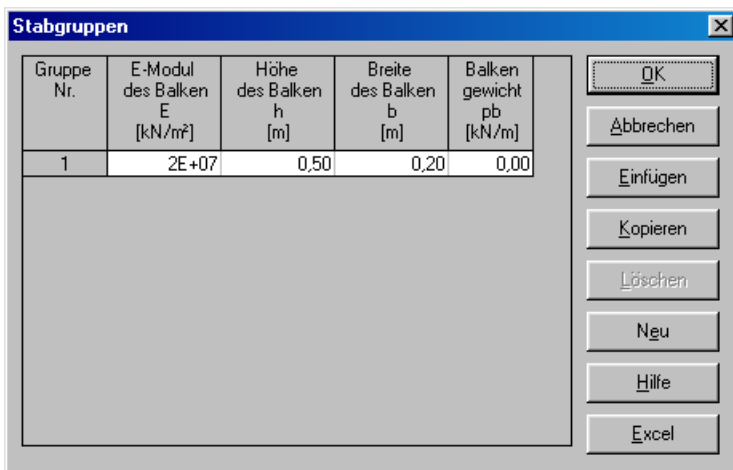

Bild 7-13 Listenfeld "Beschreibung der Stabgruppen"
Danach erscheint das folgende Listenfeld im Bild 7-13.
- Geben Sie die Materialeigenschaften des Rahmentragwerks, Querschnittabmessungen und das Gewicht des Rahmentragwerks ein, wie im Bild 7-13 gezeigt. Dies geschieht durch Eingabe des Wertes in der entsprechenden Zelle und Drücken der "Eingabe"-Taste